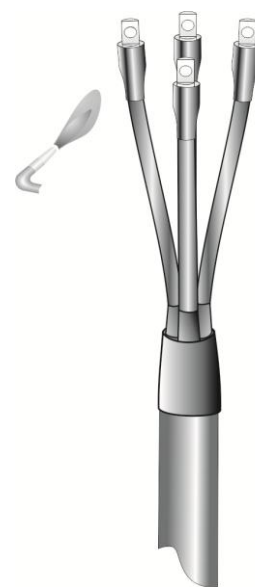

Рис.7
7.Надвинуть манжеты для герметизации наконечников на трубчатую часть наконечников и усадить, начиная от середины. После усадки по торцам манжет должен выступить клей (Рис.7).